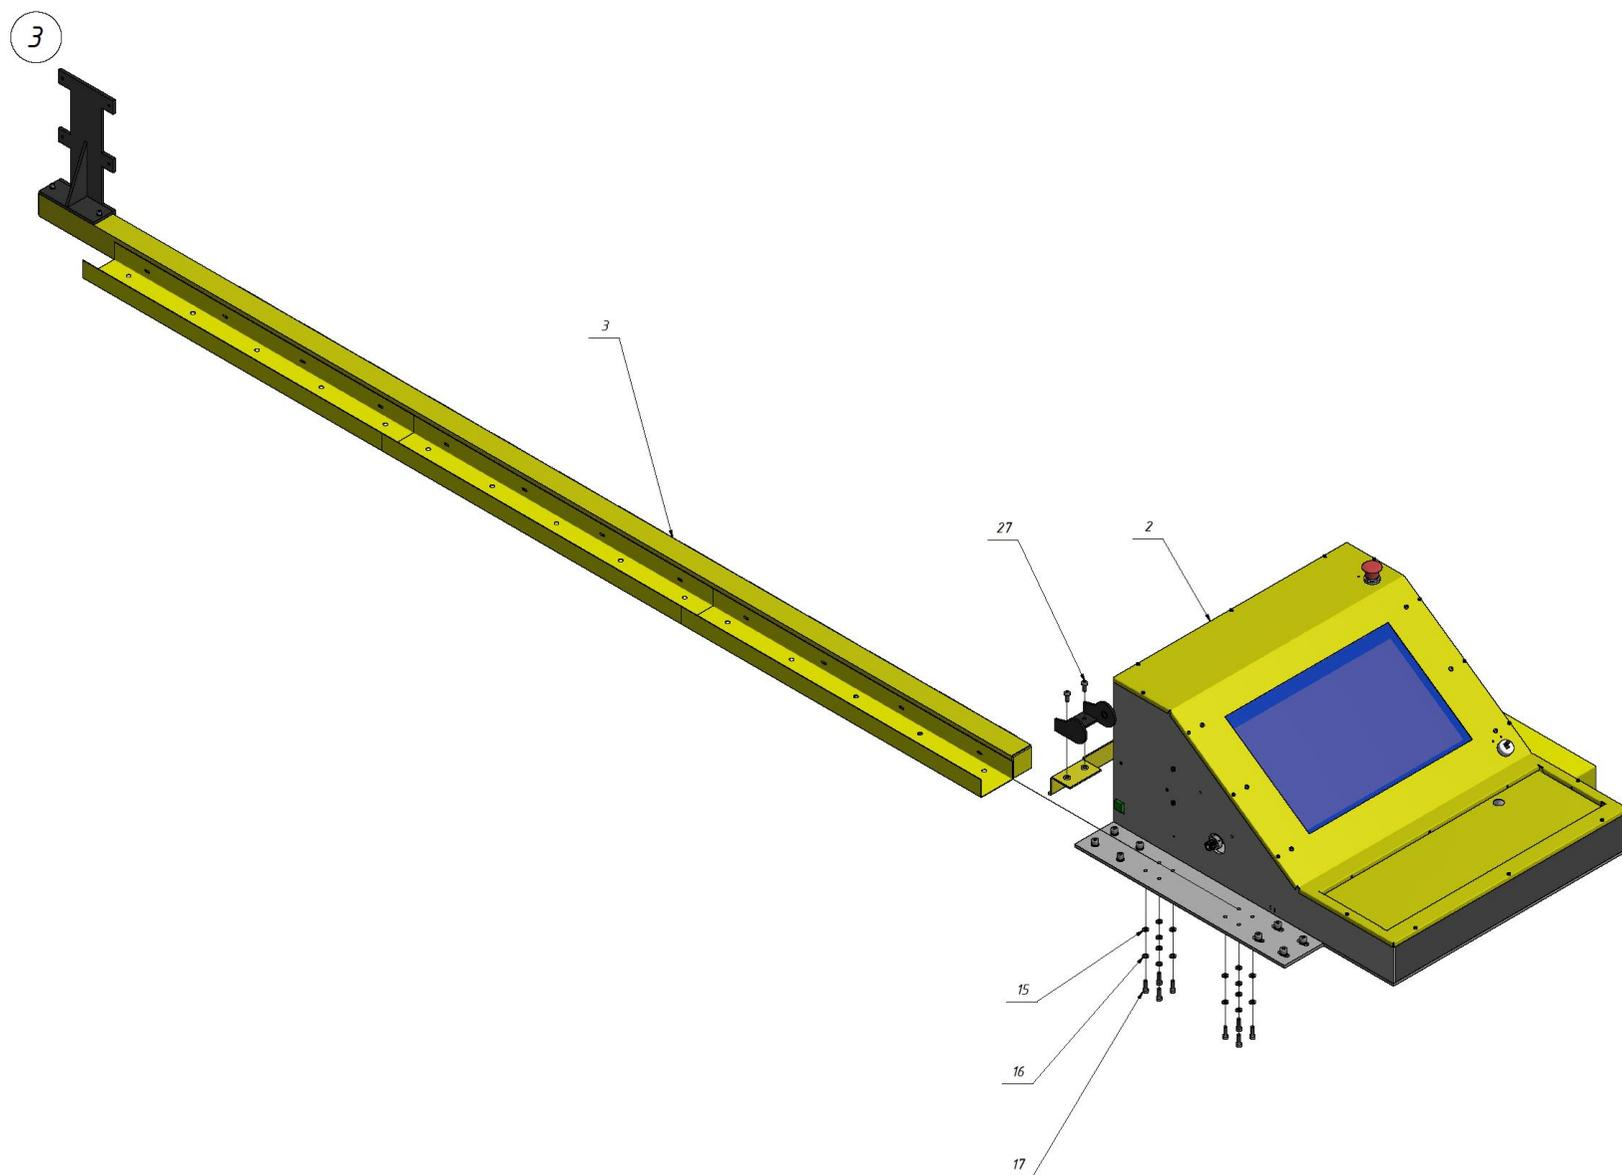

Рисунок 7.3
3. Для установки механизма оси Y №3 необходимо отжать ведущую шестерню двигателя оси Y вверх и завести механизм оси Y в посадочные места (см. рисунок 7.3). Зафиксировать механизм оси Y 8-ю винтам М6х20. Зафиксировать кабель-канал оси Y 2-мя винтами М6х20.